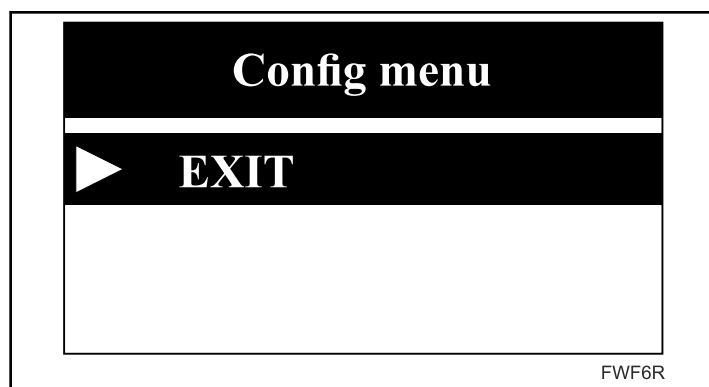

Figure 5
- Pour quitter un menu ou un sous-menu, toujours utiliser le dernier élément du menu; la touche **EXIT** [sortie]. Se reporter à la figure *Figure 5*.